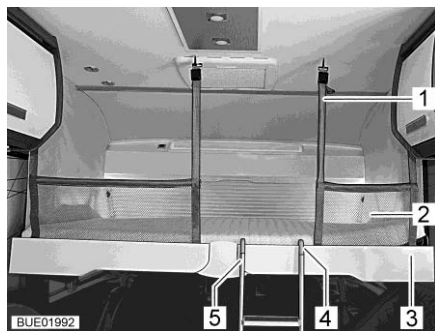

Fig. 121 Letto basculante con rete protettiva montata
Se è disponibile una rete protettiva (Fig. 121,2), questa è sistemata con le cinture di ritegno sotto il materasso del letto basculante. Fissare la rete protettiva soltanto dopo che le persone si sono stese nel letto basculante.
- Fissaggio: ■ Agganciare le cinture di ritegno (Fig. 121,1) ai ganci del soffitto.
- Agganciare la scaletta a gradini (Fig. 121,5) con le due staffe (Fig. 121,4) nella barra di presa (Fig. 121,3) al letto basculante.